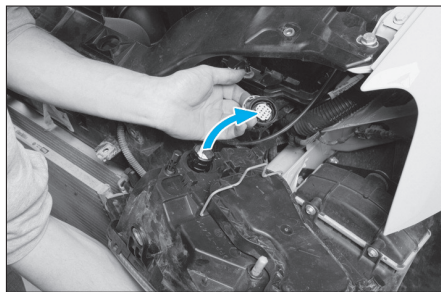

FIG. 64
- Extraire partiellement l'optique, puis débrancher le connecteur d'alimentation (2) (Fig.64).